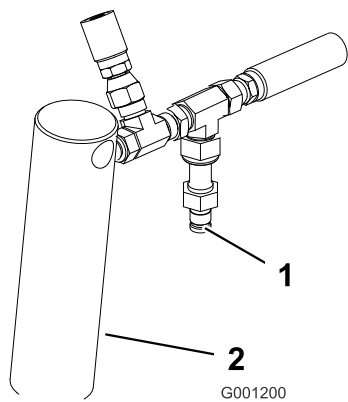

Figura 12
2. Conecte un manómetro al punto de prueba situado detrás del cilindro de elevación derecho (Figura 12).